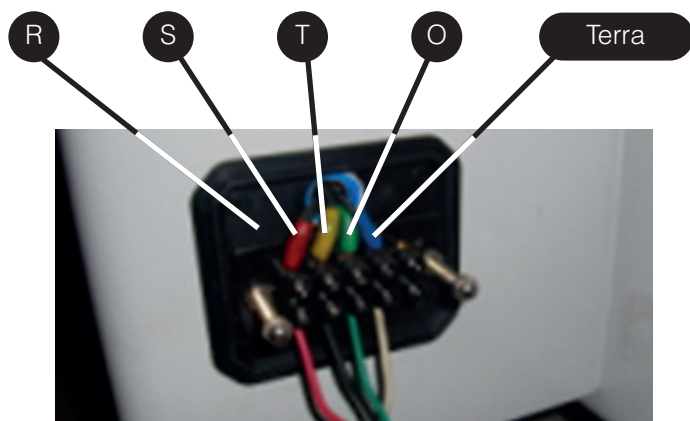

Figura 2.2 - Diagrama de fiação de alimentação principal
- Se a rotação estiver incorreta, troque quaisquer duas das três conexões de fase (consulte a figura 2.2).